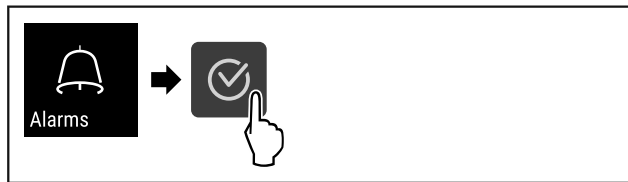

Fig. 116
- ▶ Végezze el a gyakorlati lépéseket (lásd Fig. 116) .